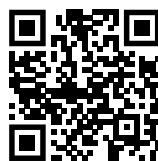

Fig. 121
- ▶ Open het Liebherr SmartMonitoring Dashboard. (zie Fig. 121).